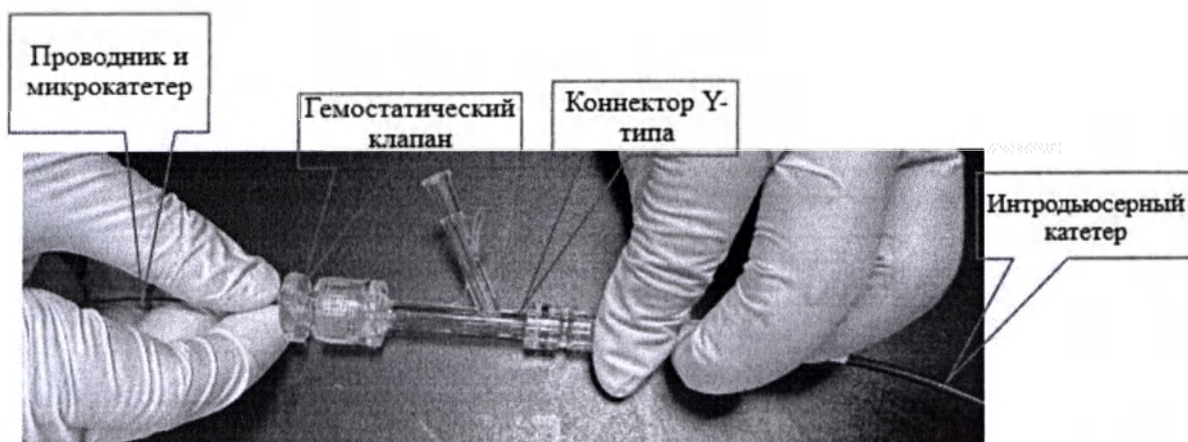

Рисунок 7. Введение микрокатетера с проводником через гемостатический клапан коннектора Y-типа в просвет интродьюсерного катетера
- Ослабьте гемостатический клапан. Введите проводник и микрокатетер как единое целое через гемостатический клапан коннектора Y-типа в просвет интродьюсерного катетера (Рисунок 7). Продвиньте сборку проводник-микрокатетер к дистальному концу интродьюсерного катетера.